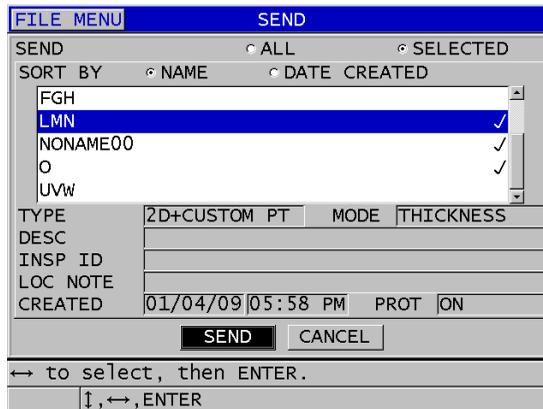

Abbildung 14-3 Auswahl der zu übertragenden Datei
4. Verfahren Sie im Fenster **SENDEN** (siehe Abbildung 14-3 auf Seite 277) wie folgt: